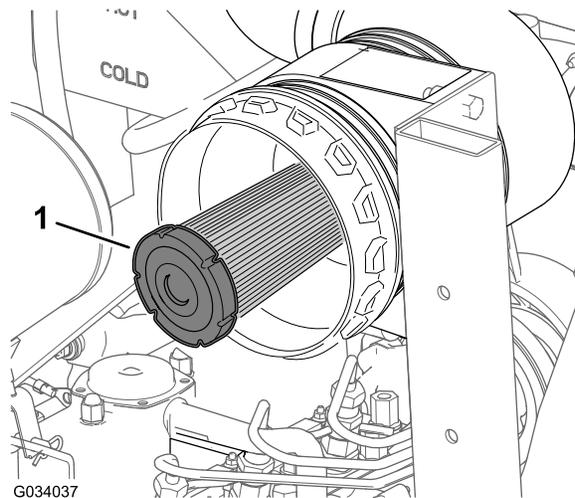

Bild 49
2. Überprüfen Sie den Sicherheitsfilter auf Staub und Schmutz (Bild 49).
Wichtig: Versuchen Sie nie, den Sicherheitsfilter zu reinigen (Bild 49). Tauschen Sie den Sicherheitsfilter bei jeder dritten Wartung des Hauptluftfilters aus.